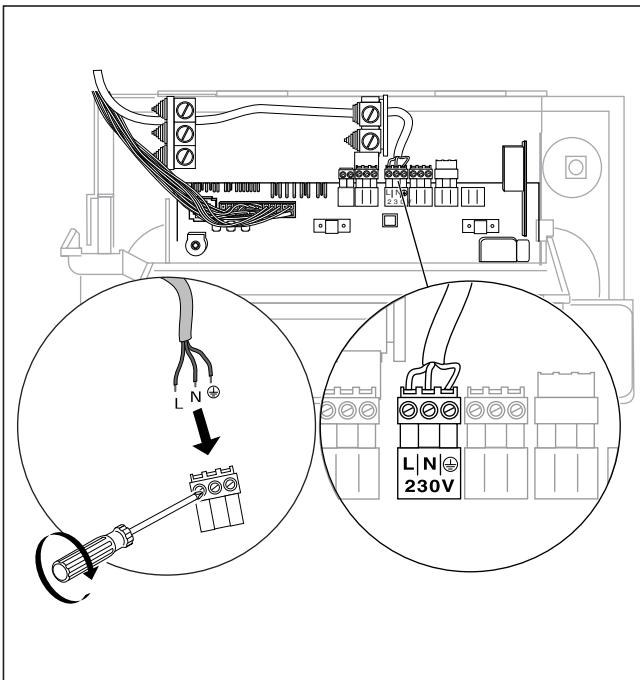

Fig. 4.4 Branșarea cablului de rețea
Cazanele cu gaz Vaillant sunt dotate cu sistemul de fișe Pro E pentru facilitarea instalării părții electrice și sunt cablate până la faza de branșare imediată. Cablurile de rețea și celealte cabluri de conectare (de ex. pompa de circulație etc.) pot fi legate la fiecare fișă a sistemului Pro E special prevăzută (vezi fig. 4.4). Cablurile de rețea și cele de tensiune scăzută (de ex. conductorii senzorilor) vor fi pozate cu distanțare reciprocă.
- Conectați fix cablul de rețea la fișa Pro E (vezi fig. 4.4 și 4.5).